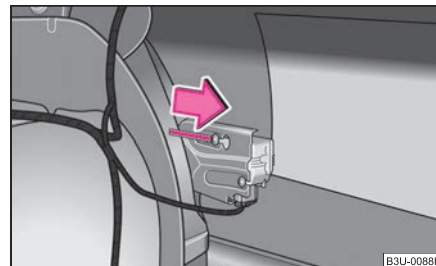

Abb. 171 Gepäckraum:
- Ziehen Sie an der Schlaufe in Pfeilrichtung, um die Tankklappe zu entriegeln ⇒ Abb. 171.